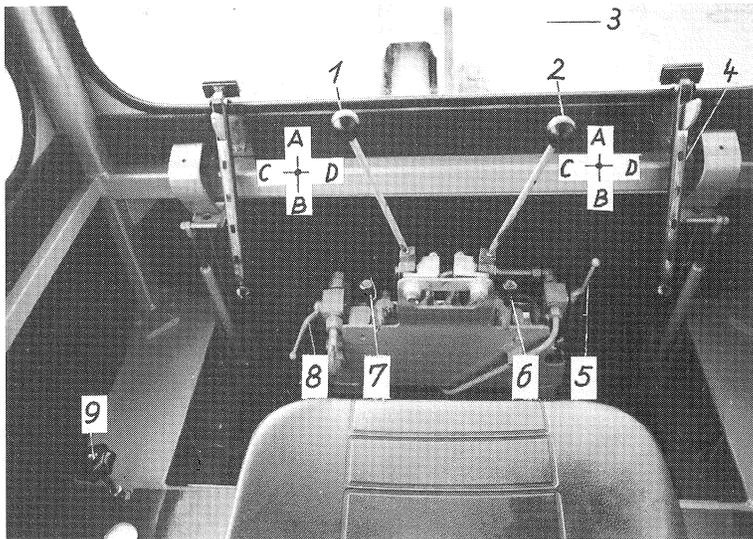

FIG. 18
- Ouvrir la vanne d'arrêt à boisseau sphérique fig. 18/8 .
LES INSTRUCTIONS SUIVANTES SE RAPPORTENT A LA FIG. 18 PAGE 18.
Le dispositif de blocage de la position latérale est commandé par la vanne d'arrêt à boisseau sphérique fig. 18/5 .
POUR DEBLOQUER: Ouvrir la vanne. Faire pivoter le godet (comme pour le vider) jusqu'à la butée, en poussant le levier 1 de la fig. 18 vers C. Maintenir le levier 1 en position de fin de course C, et refermer la vanne.
POUR REBLOQUER: Ouvrir la vanne. Faire pivoter le godet (mais comme pour le remplir) jusqu'à la butée, en poussant le levier 1 de la fig. 18 vers D. Maintenir le levier 1 en position de fin de course, et refermer la vanne.